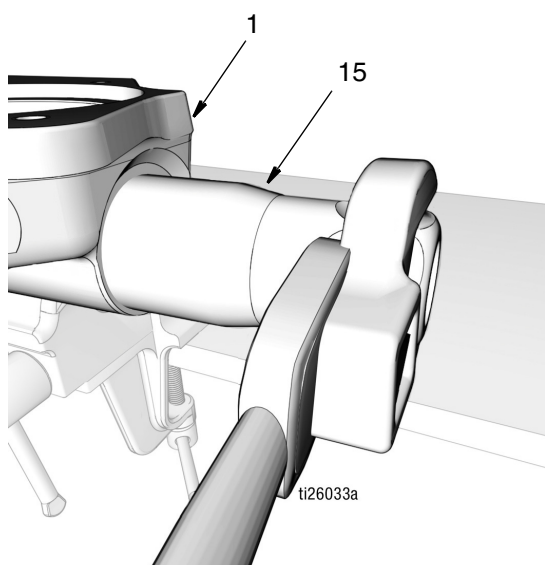

FIG. 47
- c. Avvitare la valvola di ritegno di mandata (15) nella base della pompa (1) (FIG. 47). Serrare saldamente. Serrare a una coppia da 67,8 a 74,5 N•m (50 - 55 ft. lbs).